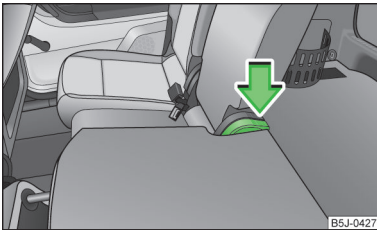

Abb. 44
- › Den Hebel » Abb. 44 drücken und die Sitzlehne zurückklappen. Durch Ziehen sicherstellen, dass die Sitzlehne eingerastet ist.